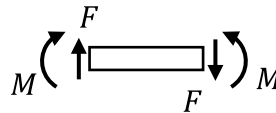

図 3 セン断力, 曲げモーメントの向き
- SFD (せん断力線図), BMD (曲げモーメント線図) を作図せよ。なお、軸に記載する値には q, L, R_A のうち、必要なものを用いてよい。また、せん断力 F と曲げモーメント M の符号は図 3 に示した通りとする。